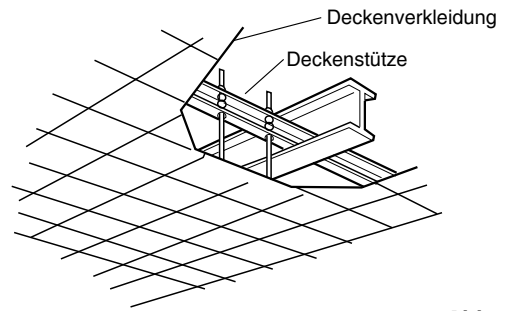

Abb. 3-78
- Die bereits vorhandenen Deckenstützen verwenden bzw. eine geeignete Stütze herstellen, wie in der Abbildung gezeigt. (Abb. 3-78)
- (1) Bevor die Einheit im Innern der Decke positioniert wird, muss der Hängeankerabstand bestimmt werden, basierend auf den Abmessungen auf der vorherigen Seite. (Abb. 3-78) Beim Aufhängen der Inneneinheit müssen auch die Leitungen in der Decke gelegt und angeschlossen werden. Wenn die Decke bereits fertig gestellt ist, sollten die Leitungen verlegt und zum Anschluss vorbereitet werden, bevor die Einheit im Innern der Decke aufgehängt wird.